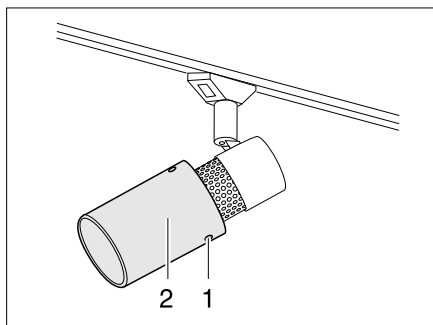

Bild 256 Halogenspotleuchte (verschiebbar)
- Befestigungsschrauben (Bild 256,1) lösen.
- Lampenkelch (Bild 256,2) vorsichtig von der Halterung abziehen.